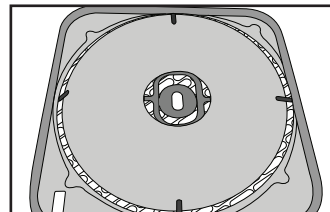

Fig. 4
3. El prefiltro y el filtro de nanobobinas ya estarán instalados. Para instalar el filtro de olores/VOC (opcional), retírelo de la bolsa plástica. Coloque el filtro VOC en la unidad pegado al prefiltro y asegúrelo con los cuatro sujetadores. Vea la Fig. 4.